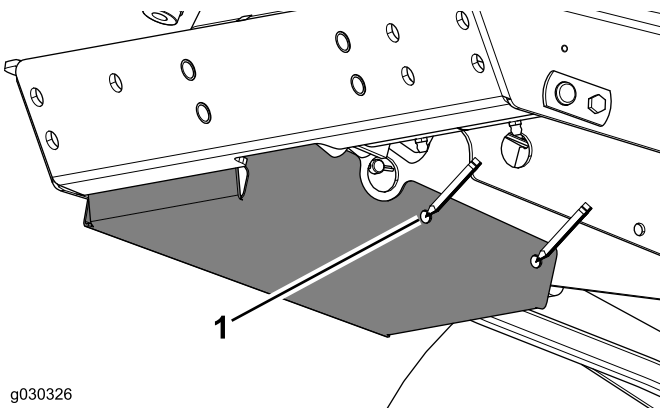

Figura 8
4. Sostenga el otro lado de la cubierta del pedal y transfiera el punto central de las 2 ubicaciones de los orificios restantes a la máquina (Figura 8).